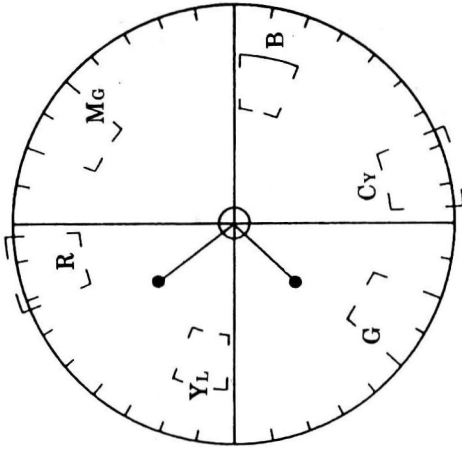

图 68
① 拍摄白卡, 灯箱卤素光源色温为 3200K;
② 给矢量仪输入视频信号;
③ 将变换 3200K 为 5800K 的色温变换滤色器(VFK0374 和 VFK0375)放置在镜头和 AWT 传感器前面;
④ 若没有色温变换滤色器可用日光源;
⑤ 调节色温限制控制(VR101 和 VR102), 使色温矢量集中在矢量仪显示屏中央, 如图 68 所示。